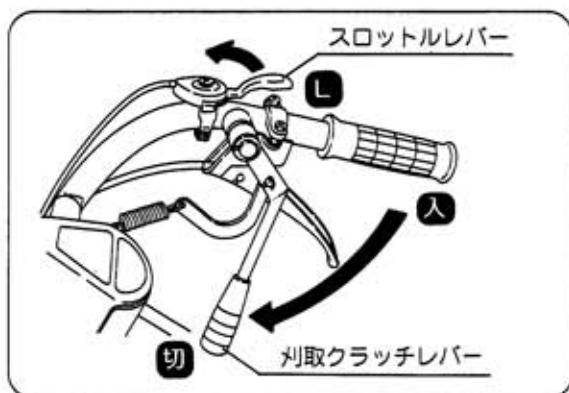

図9
- ② 刈取クラッチレバーを「切」位置にます。（図9）
- ③ スロットルレバーを「L」位置に戻し
エンジン回転を下げる。（図9）